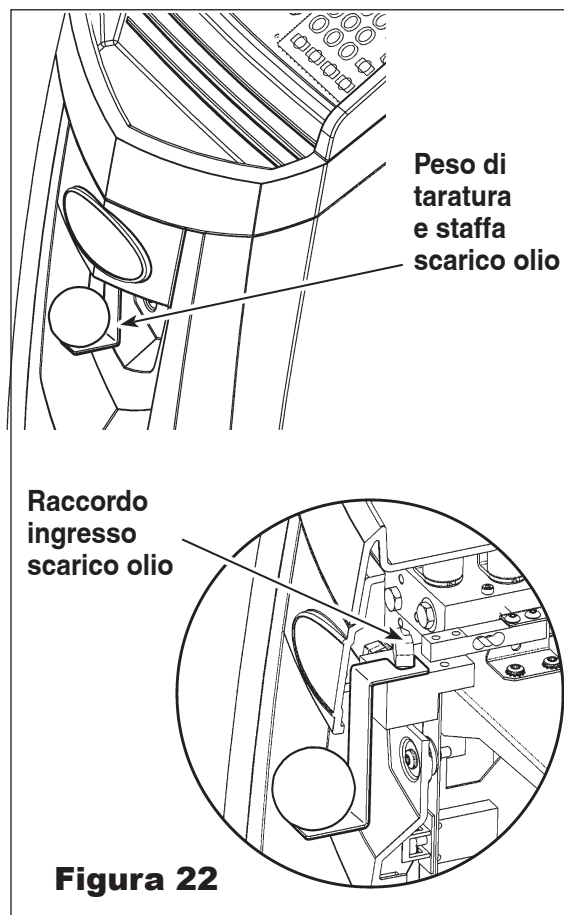

Figura 22
2. Innestare l'incavo alla fine della staffa di taratura olio scaricato (fornita) attorno al raccordo ingresso olio scaricato come mostrato nella figura 22.